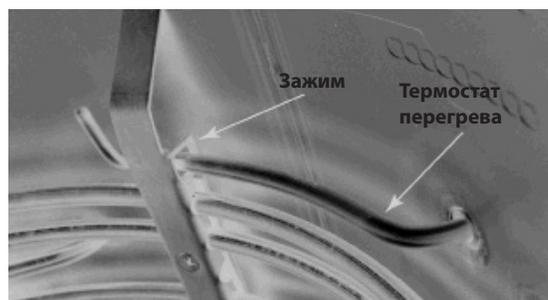

Рис. 14. Термостат перегрева
2. Осмотр термостата перегрева. Проверьте термостат перегрева (рис. 14) и убедитесь, что он на месте, надежно закреплен к стенке фритюрницы и в зажиме.